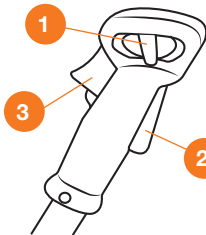

Рис. 13
- Удерживая клавиши **2** и **3** нажатыми, переведите выключатель зажигания **1** в крайнее правое положение «**START**» (Рис. 13).